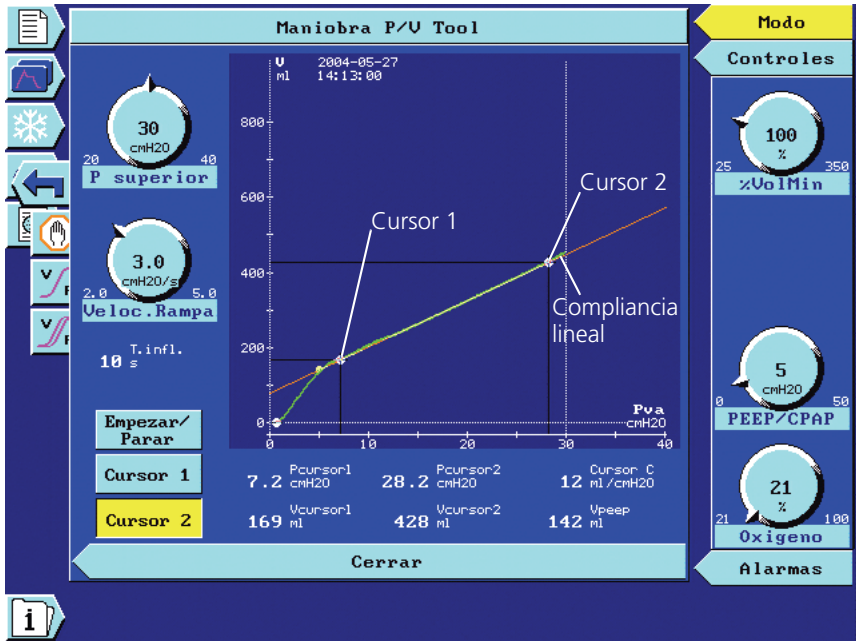

Figura 7-3. Medición con el cursor de P/V Tool
5. Cuando termina la maniobra, la ventana se mantiene abierta y muestra la curva durante aproximadamente un minuto. Para examinar puntos de la curva, seleccione y active **Cursor 1**; a continuación, gire la perilla-M para localizar el punto de la curva donde cree que está situado el punto de inflexión inferior (Figura 7-3). Desactive **Cursor 1**.